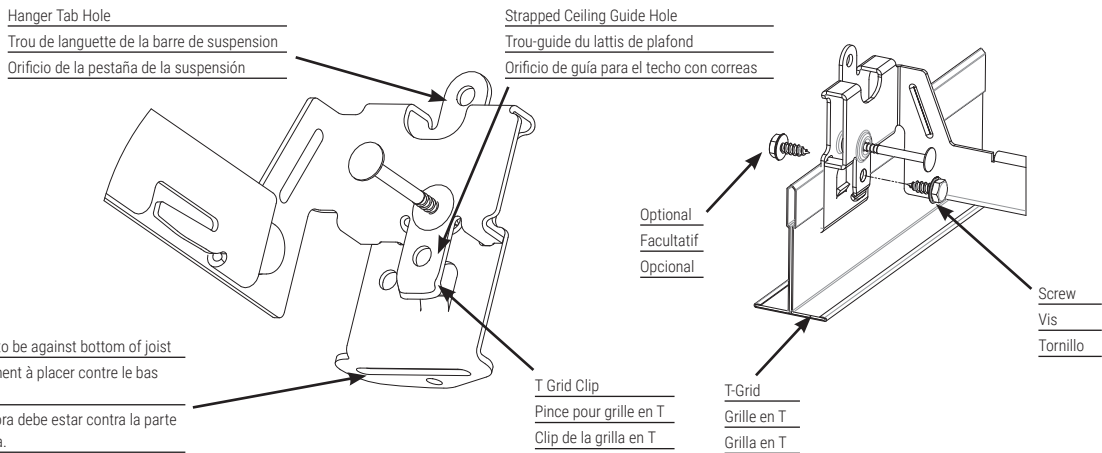
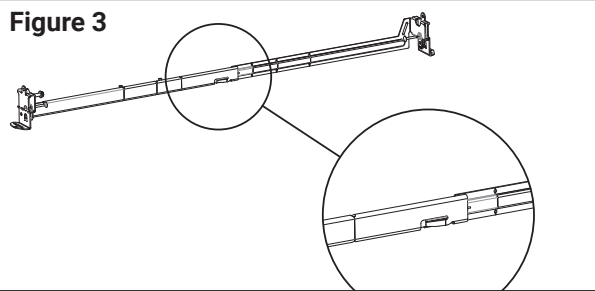

Figure 3
Figure 4
- 4. Bar Hangers may be shortened to fit 12" (30.5 cm) on center framing. Remove hanger bars from housing by depressing tab and sliding apart (Figure 3). Break off at score lines by bending in direction shown – no tools required. (Figure 4).
4. Les barres de suspension peuvent être raccourcies pour pouvoir s'adapter à un centre de structure de 30,5 cm (12 po). Retirez-les du caisson en appuyant sur la languette et en les glissant pour les éloigner (Figure 3). Séparez le long des lignes de repère en pliant dans le sens illustré – aucun outil requis. (Figure 4).
3. Bar Hangers may be shortened to fit 12" (30.5 cm) on center framing, remove hanger bars from housing by depressing tab and sliding apart (Figure 3). Break off at score lines by bending in direction shown – no tools required. (Figure 4).
3. Les barres de suspension peuvent être raccourcies pour pouvoir s'adapter à un centre de structure de 30,5 cm (12 po). Retirez-les du caisson en appuyant sur la languette et en les glissant pour les éloigner (Figure 3). Séparez le long des lignes de repère en pliant dans le sens illustré – aucun outil requis. (Figure 4)